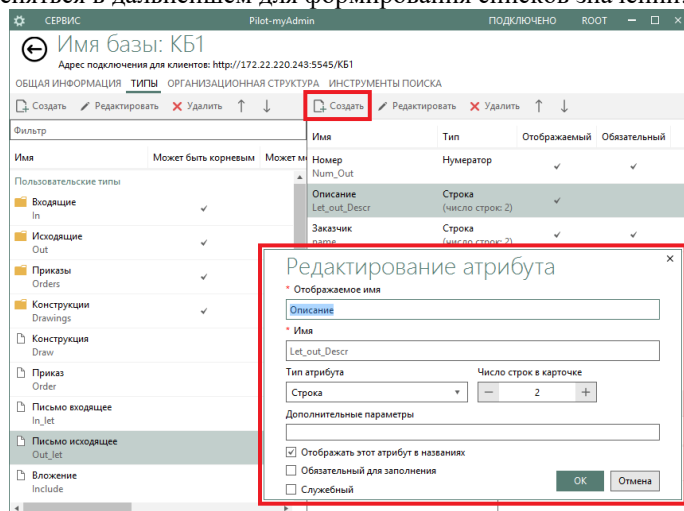

Рис. 121
4. Назначаем всем типам необходимые атрибуты (рис. 121).